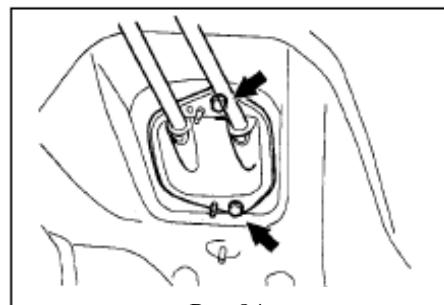

Рис.84
**8. Установите тросы управления на трансмиссию.** (рис.84)